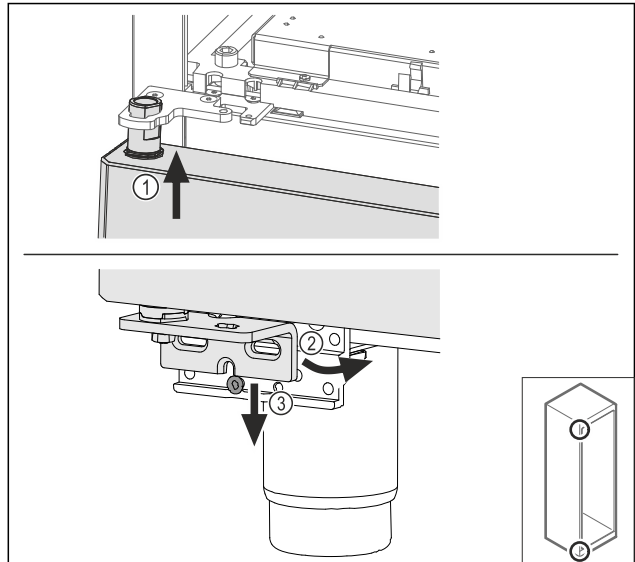

Fig. 68
- ▶ Tür leicht gekippt oben einfädeln Fig. 68 (1), Tür gerade ausrichten Fig. 68 (2) und unten auf die Lagerbockschraube Fig. 68 (3) aufsetzen.